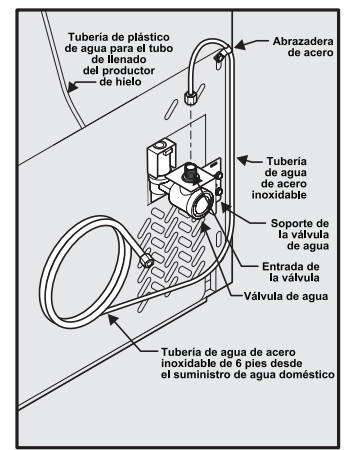

Figura 2
**Si usa tuberías de acero inoxidable:** la tuerca y la férula ya están armadas en la tubería. Deslice la tuerca de compresión hacia dentro de la entrada de la válvula y apriete manualmente la tuerca de compresión sobre la válvula. Apriete otra media vuelta con una llave; NO apriete en exceso. Vea la Figura 2.